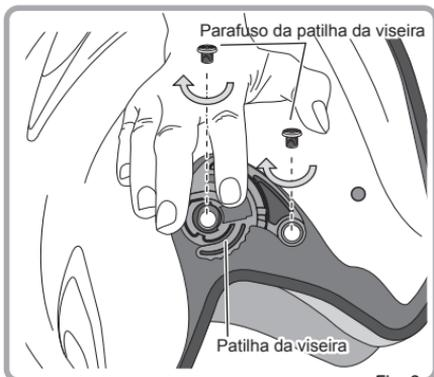

Fig. 3
③ Aperte ambos os parafusos da patilha da viseira seguramente. Repita o mesmo procedimento na outra patilha da viseira. As patilhas da viseira estão assim instaladas (Fig. 3)